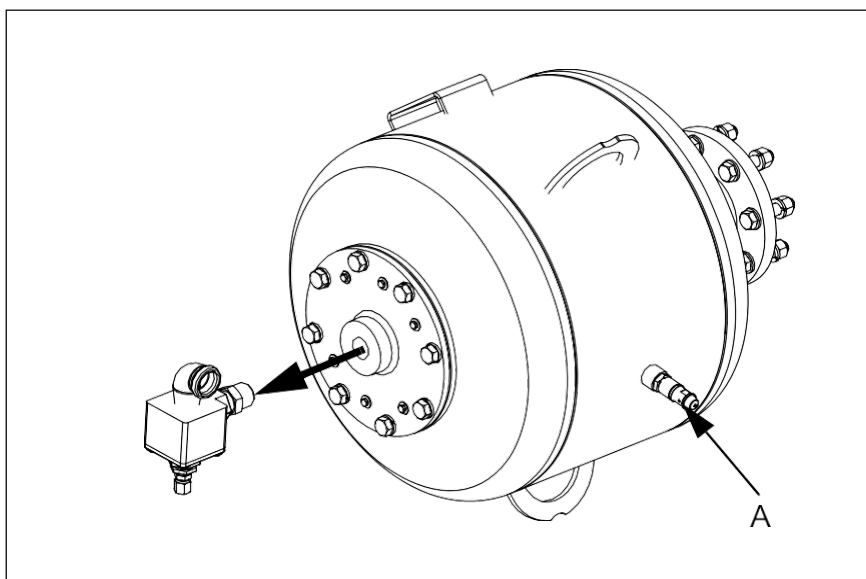

Fig. 9:
2. Accione la válvula de seguridad (A, Fig. 9) para descargar el cañón de aire.